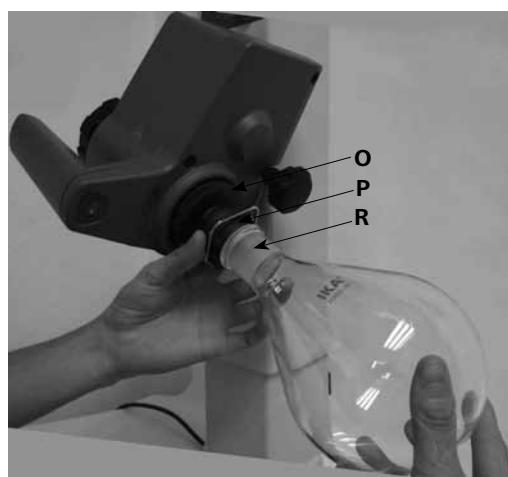

Fig. 15
- 베이버 투브에 증발용 플라스크(**R**)를 올려 놓습니다. (Fig. 15)